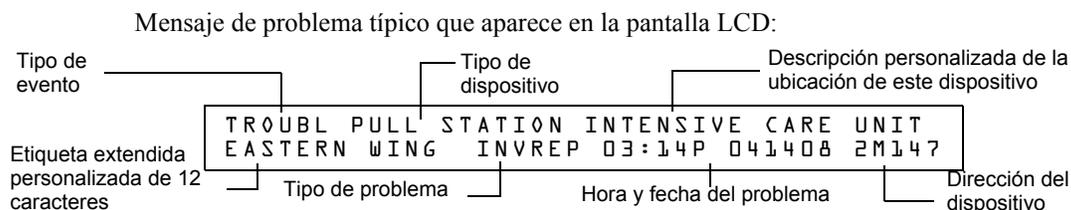

Figura 3.4 Ejemplo de mensaje de problema
- Muestra TROUBL (problema) en el banner de estado de la pantalla LCD además del tipo de problema e información específica del dispositivo, como se muestra en la Figura 3.4 más abajo;